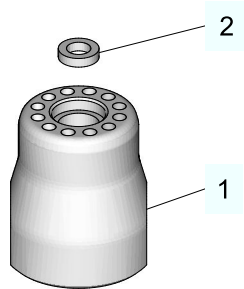

Abb.6: Einlass und Keilsicherungsscheiben
1. Ein Paar Keilsicherungsscheiben (2) in den Einlass (1) einsetzen. Es ist darauf zu achten, dass die feine Verzahnung jeweils nach außen zeigt Abb.6.